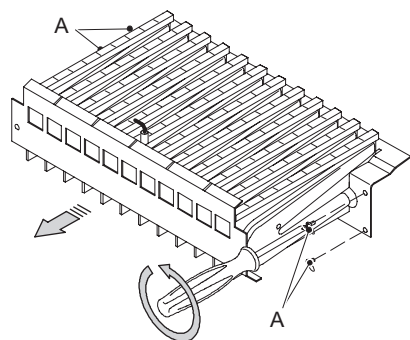

Figura 8.1
- Togliere il pannello anteriore della camera di combustione ed il bruciatore in Figura 8.1.
- Rimontare il bruciatore Figura 8.1 e il pan-